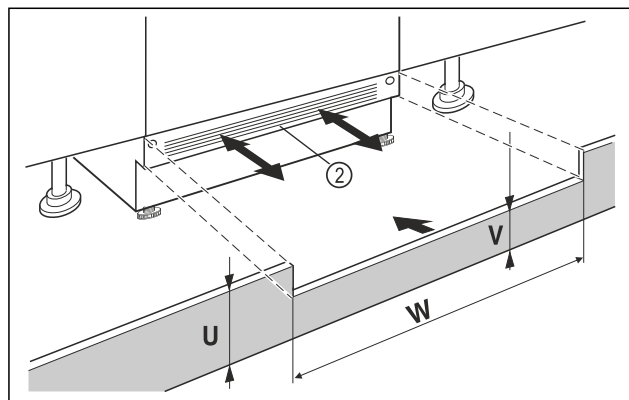

Fig. 40 Ilustrační zobrazení
- Nasadíte krycí lištu spotřebiče Fig. 40 (2) ale ještě nepřipevňujete.
- U viditelné krycí lišty Fig. 40 (2) tuto lištu vytáhněte dopředu natolik, až jsou přední hrana větrací mřížky a nábytkové krycí lišty zarovnané.
- Při zakryté krycí liště Fig. 40 (2) tuto lištu zasuňte úplně dozadu.
- Dbejte a zcela volné větrací štěrby: V případě potřeby přirizněte krycí lištu nábytku Fig. 40 (U) na potřebnou výšku!
- Podél šířky výklenku Fig. 40 (W) přizpůsobte výšku můstku Fig. 40 (V) pod krycí lištou spotřebiče Fig. 40 (2).